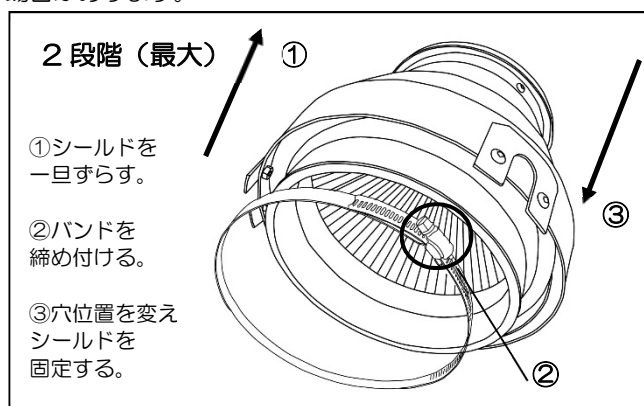

図 2
- 3つのロックプレートそれぞれに2カ所ずつあるM5六角頭ビスを、付属の六角レンチを使用して外します。6カ所全て外した状態でシールドの位置を、もう一つの穴位置に来るように高さを合わせます。（図2）